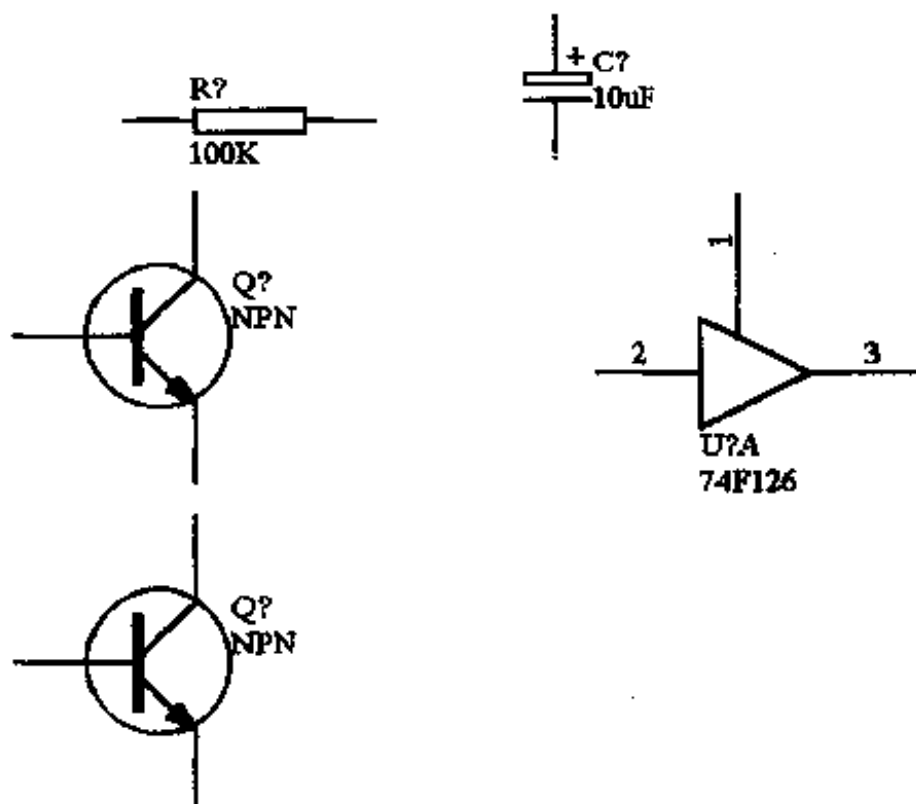
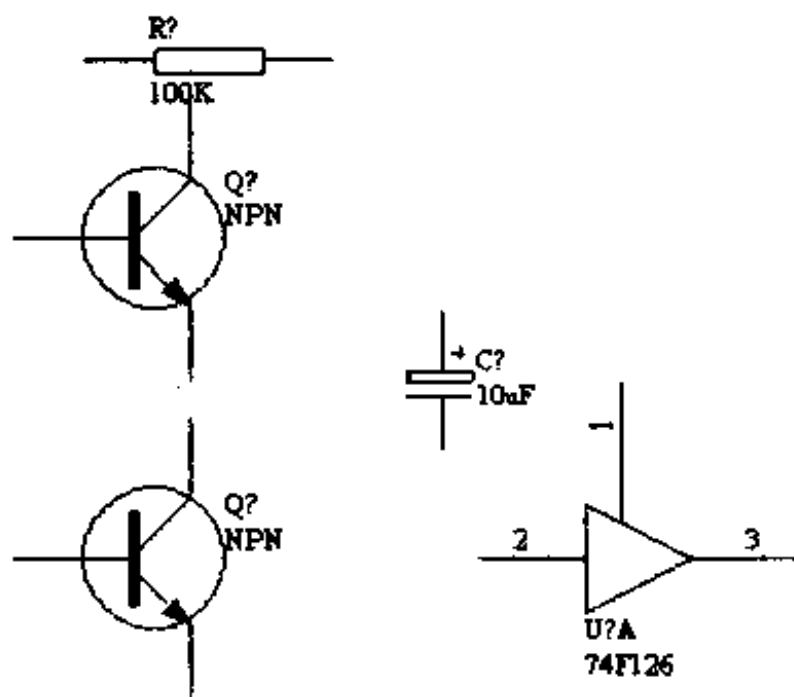

图 2-23 被选中多个元件的显示结果
图 2-25 多个元件移动后的显示结果
(1) 先将光标移动到所要移动元件的左上角, 按住鼠标左键, 再把光标拖到所要移动元件的右下角, 松开左键, 这时选择的元件被黄色的框所框住, 如图 2-23 所示。
例如，将如图 2-23 所示的 C? 和 U?A 移动到下面的显示结果如图 2-25 所示。